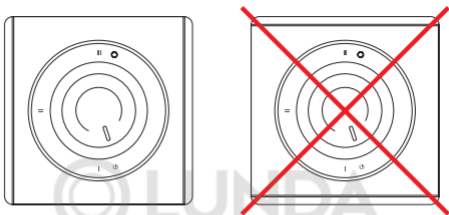

Рис. 7
- ! Дизайнерские электроустановочные рамки Floreпесе имеют вертикальные декоративные риски (см. рис. 7).